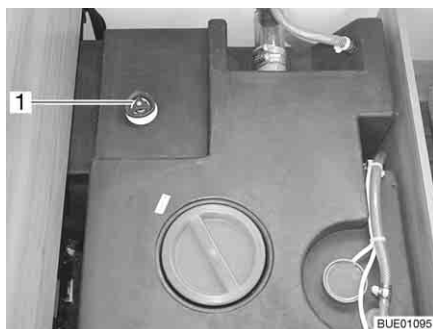
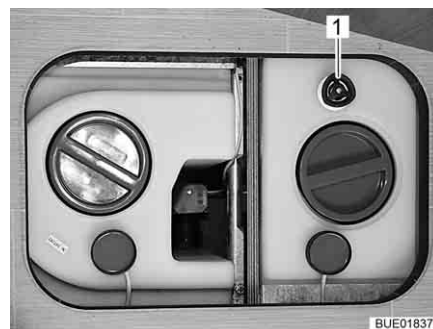

Bild 224 Wassertank mit Drehgriff (Viseo)
Bild 225 Wassertank mit Drehgriff (Elegance)
- Auf dem Wassertank den Drehgriff (Bild 224,1 bzw. Bild 225,1) entgegen dem Uhrzeigersinn über den Widerstand hinaus bis zum Anschlag drehen, um die Ablauföffnung vollständig zu öffnen.